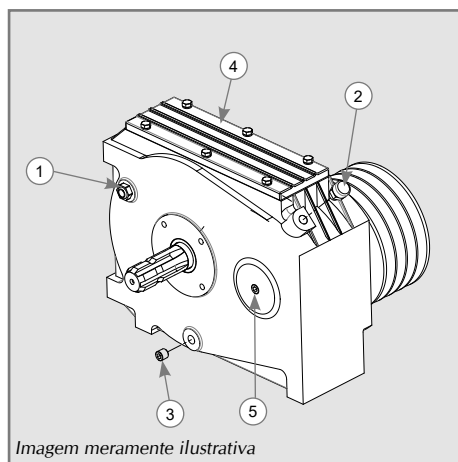

Figura 7
- Abra a tampa (4) e insira 2,3 litros de óleo W140, confira o nível através do visor (1). Se necessário manutenção ou limpeza, abra a tampa (4) e se precisar retirar o óleo, abra o bujão de dreno (3). O parafuso (5) pode ser retirado quando for necessário para manutenção, a caixa possui um respiro de alívio de pressão (2), conforme Figura 7.